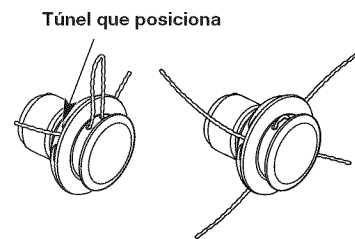

Fig. 17
- Empuje y/o tire de la línea de modo que ésta se ajuste al cabezal central y quede completamente extendida a través de los túneles de colocación. (Fig. 17)